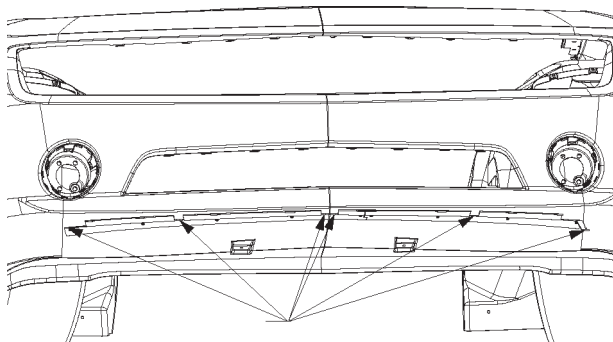

FIGURA 52
9. Perfore (9) agujeros de 3/16" en el salpicadero del vehículo utilizando los agujeros de las abrazaderas como guía.
11. Destrabe las 6 lengüetas de ubicación de las abrazaderas grandes derecha e izquierda para retirar la cinta adhesiva. Consulte la figura 52.